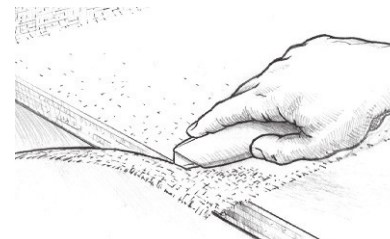

Figure 26 Coupez l'excès de tissu après que l'époxyde se gélifie.
7. Coupez l'excès (Figure 26) du tissu et les parties qui débordent une fois l'époxyde a atteint son durcissement initial. Le tissu se coupe facilement avec un couteau aiguisé. Coupez le tissu qui déborde, si nécessaire, de la manière suivante: